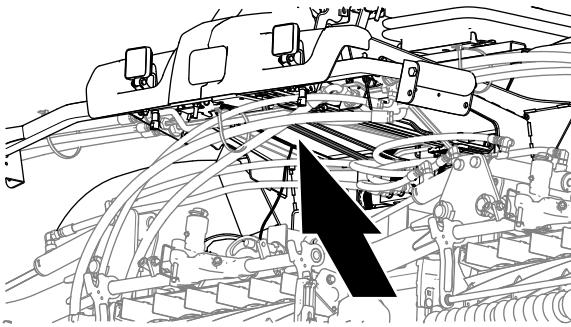
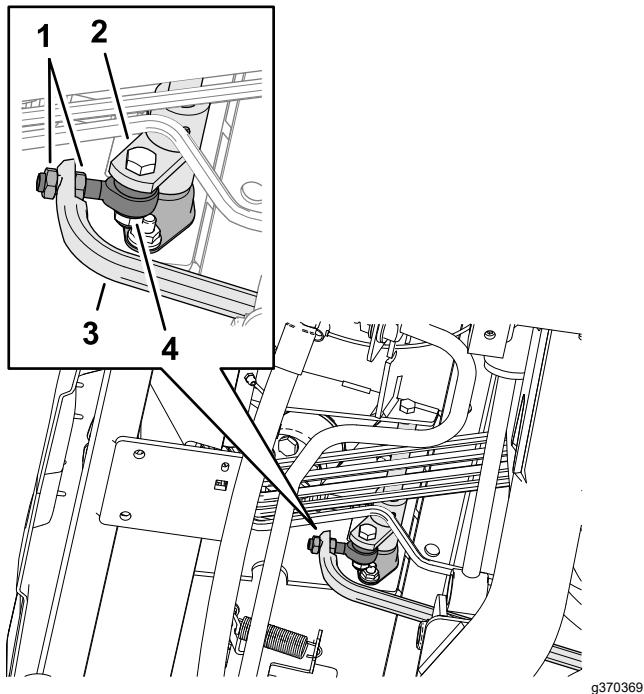

Figura 94
Figura 95
5. Ajuste las contratuerca de la rótula para desplazar la varilla de tracción hacia adelante, con objeto de eliminar el movimiento de la máquina hacia adelante, o hacia atrás para eliminar el movimiento hacia atrás (Figura 94 y Figura 95).